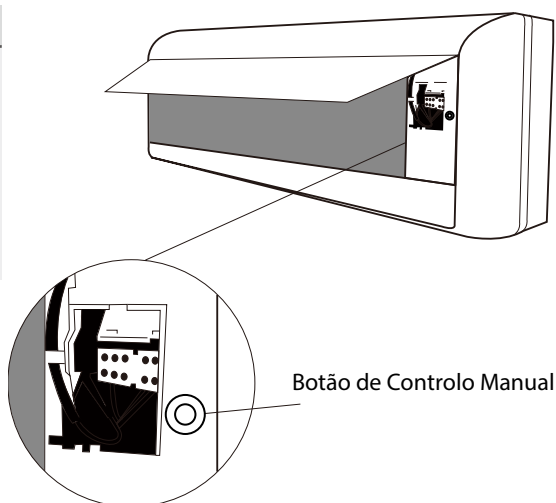

Fig. 8.1
2. O botão de controlo manual, localizado na lado direito da unidade. Clique no botão 2 vezes e seleccione a função arrefecimento. Ver Fig. 8.1